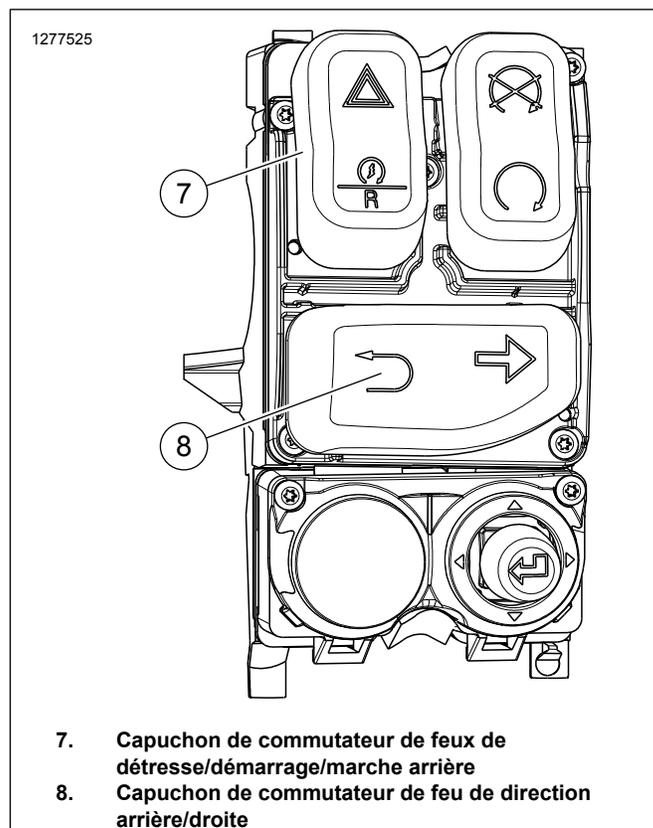

Figure 8. Commande de droite (OE), modèles Trike 2019 et ultérieurs
- c. Voir Figure 8 . Retirer le capuchon du commutateur de feux de détresse/démarrage/marche arrière (7) du module de commande Équipement d'origine.
- d. Voir Figure 8 . Installer l'embout des clignotants arrière/droite (8) au nouveau module de commande.
- e. Voir Figure 8 . Poser le capuchon du commutateur de feux de détresse/démarrage/marche arrière (7) sur le nouveau module de commande.